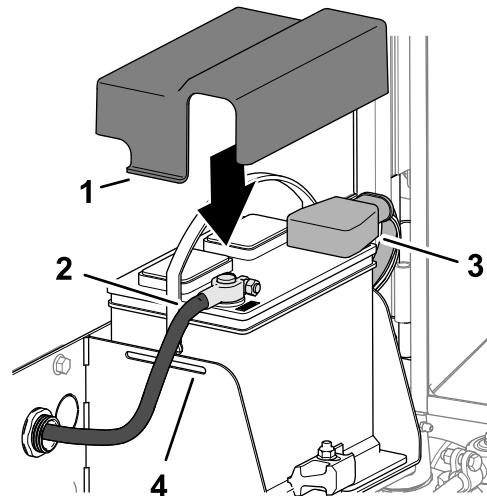

Figure 92
1. Branchez le câble positif (rouge) de la batterie sur la borne positive (+) de la batterie (Figure 92).